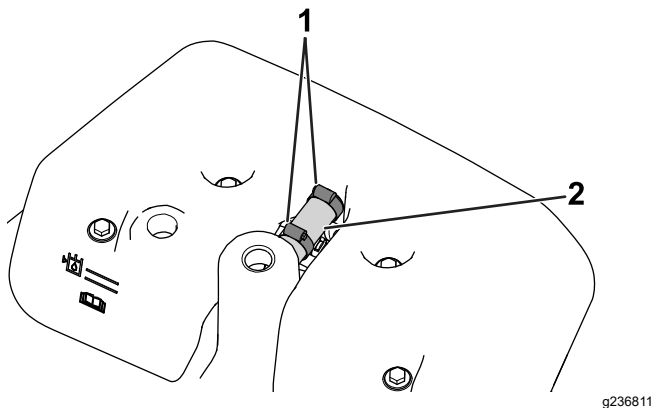

図 3
8. オーバーフローホースが付いている場合は、クランプのイモねじをゆるめてオーバーフローホースを外す 図 3。
16. ウォームドライブクランプ2個を使って、オーバーフローホースをリークディテクタタンクと油圧タンクに固定する (図 3)。